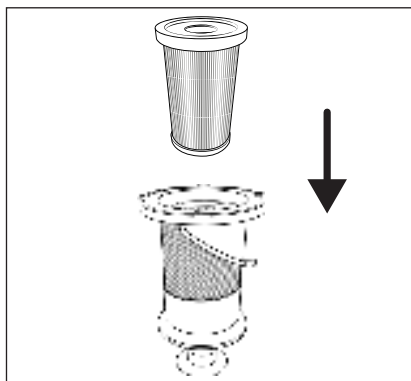

Fig. 22
- Ne tournez pas le filtre en acier inoxydable ⑥ lorsque vous l'insérez dans le bac à poussière ⑦. Aidez-vous des deux repères placés sur le filtre en acier inoxydable ⑥ et sur le bac à poussière ⑦ pour insérer correctement le filtre en acier inoxydable ⑥.
- 7) Insérez le filtre HEPA ⑤ dans le filtre en acier inoxydable ⑥ (voir fig. 22).